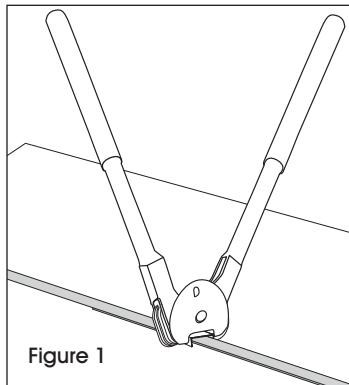

Figure 1
1. Hold the sealer vertically and place the jaws of the tool across the middle of the seal. Make sure to center the jaws across the middle of the seal. (See Figure 1)
- Tenez la scelleuse en position verticale et placez les mâchoires de l'outil au milieu du joint. Assurez-vous de centrer les mâchoires au milieu du joint. (Voir Figure 1)